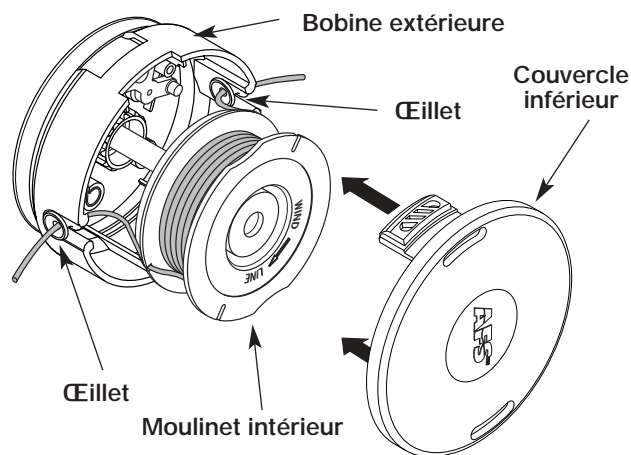

Fig. 17
14. Insérez les extrémités du fil à travers les oeillets de la bobine extérieure, puis placez le moulinet intérieur dans la bobine extérieure (Fig. 17).
3. Prenez le moulinet intérieur prérembobiné et insérez les extrémités du fil dans les œillets de la bobine extérieure (Fig. 17).